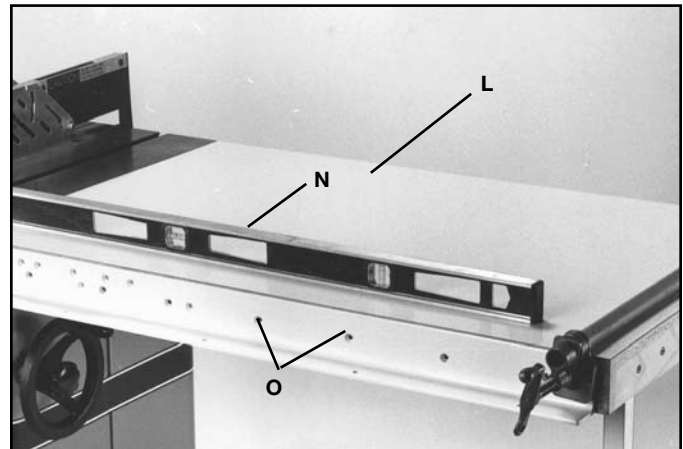

FIG. 20
12. Insérer le module de la rallonge (L) entre les barres de guidage avant et arrière comme montré à la fig. 20. S'assurer que l'extrémité de la rallonge affleure contre la table de scie puis, au moyen de serres, bien ajuster les extrémités des barres de guidage à la table, pour un bon maintien. Au moyen d'une équerre (N), s'assurer que la rallonge est dans le même plan et au même niveau que la table de scie. Pour ce faire, utiliser les vis de nivellement des pieds des pattes de support. Dès que la rallonge et la table de scie sont dans le même plan et de niveau, serrer la serre pour maintenir le tout en position. Puis, transpercer des trous de 1/4 po (6 mm) à l'avant et l'arrière, dans le bâti de la table en utilisant les trous (O) de la barre de guidage comme gabarit. Le nombre de trous à percer variera en fonction de la longueur des barres de guidage.